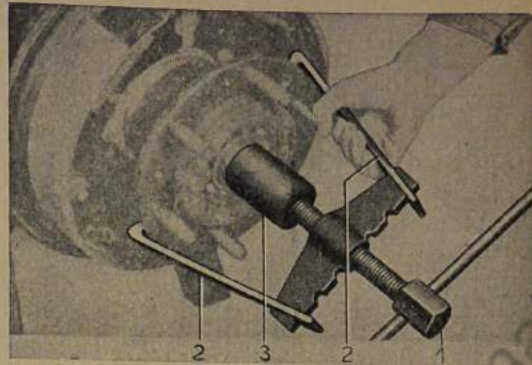

Bild 680: Radnabe abziehen
8. Mit Abzieher Nr. 1403 die Radnabe abziehen (Bild 680). Beachte die Anlaufscheibe auf dem Tragflansch.